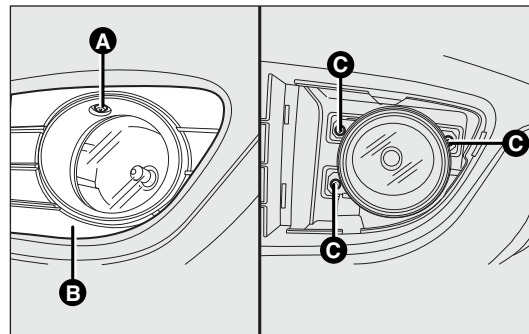

fig. I 44
- ☐ dévisser la vis A-fig. I 44 et extraire la masque de protection B ;